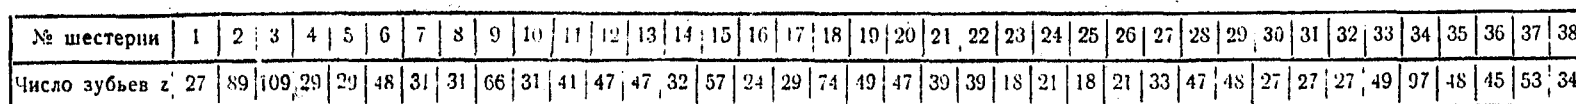

Рис. 7. Кинематическая схема редуктора
3.1. Кинематическая схема редуктора представлена на рис. 7. Передача на вал несущего винта осуществляется через три ступени редукции.